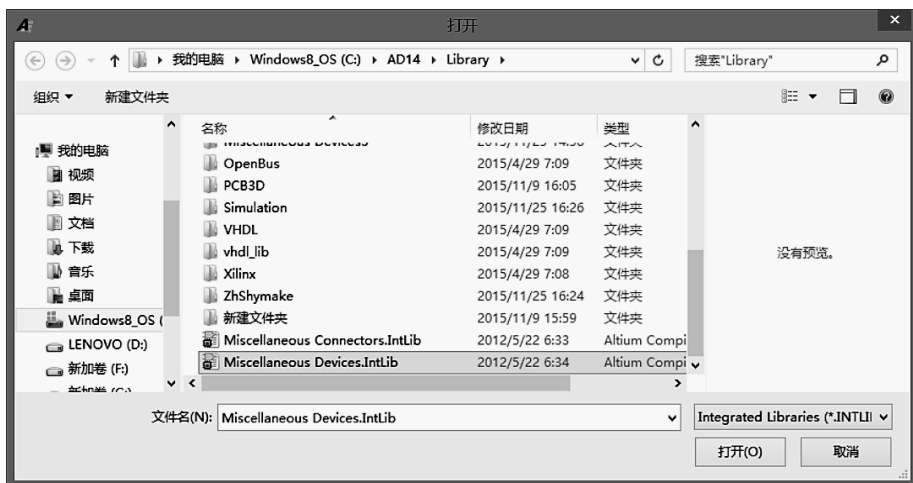

图 9-7-25 选择需要加载的库
(4) 在弹出的对话框中选择所需要的库（如 Miscellaneous Devices.IntLib 文件），如图 9-7-25 所示。